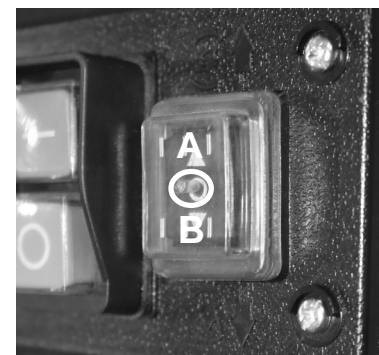

Fig. 12
Posizione A (Fig. 12)
Posizione B (Fig. 12)
1. Regolare l'interruttore di inversione in posizione B (Fig. 12).